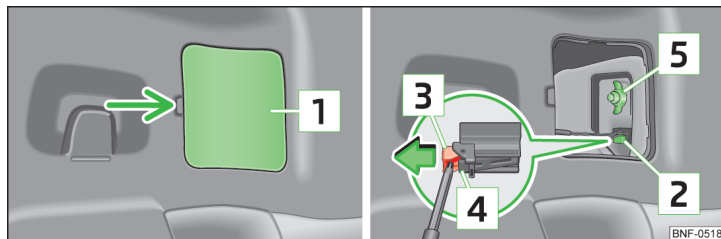

Bild 134 Demontera bakljuset
- Bänd loss locket **1** » bild 134 i pilens område.
- Skruva på plastmuttern **5** » bild 134 och dra åt den.